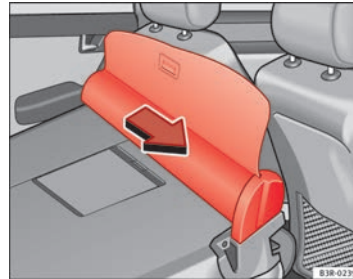

Abb. 120 Gepäckraumabdeckung / Trennnetzausbauen
- Ziehen Sie das Trennnetz in Pfeilrichtung ⇒ Abb. 120 und heben Sie es aus den Halteschienen.